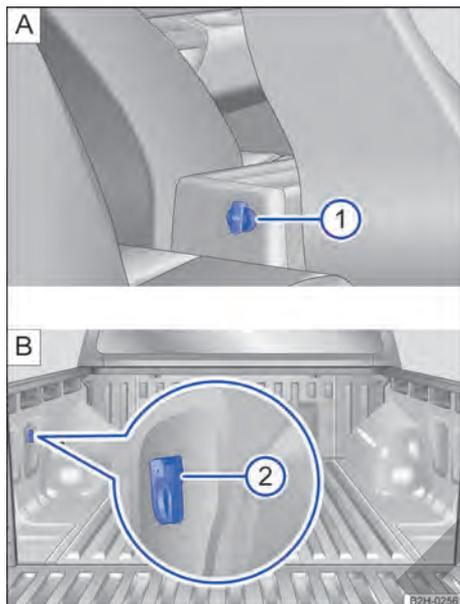

Fig. 118 Tomas de corriente de 12 voltios traseras.
- en la parte trasera de la consola central → fig. 118 ①;
- en el panel lateral izquierdo de la superficie de carga → fig. 118 ②.